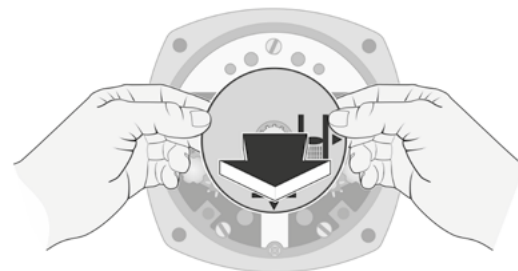

Abb. 2: Stellungsanzeiger abziehen
2. Stellungsanzeiger mit beiden Händen abziehen (Abb. 2).